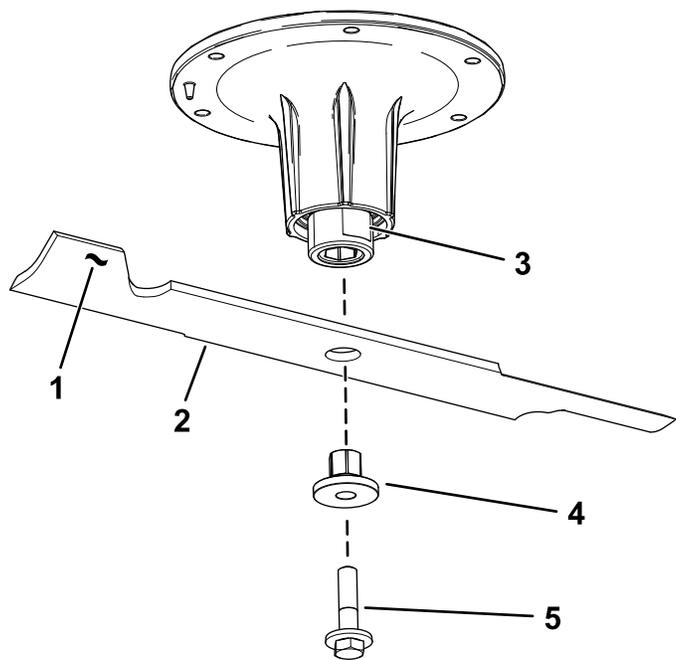

Figura 70
2. Rimuovete il bullone della lama, la boccola e la lama dall'albero del fusello (**Figura 70**).